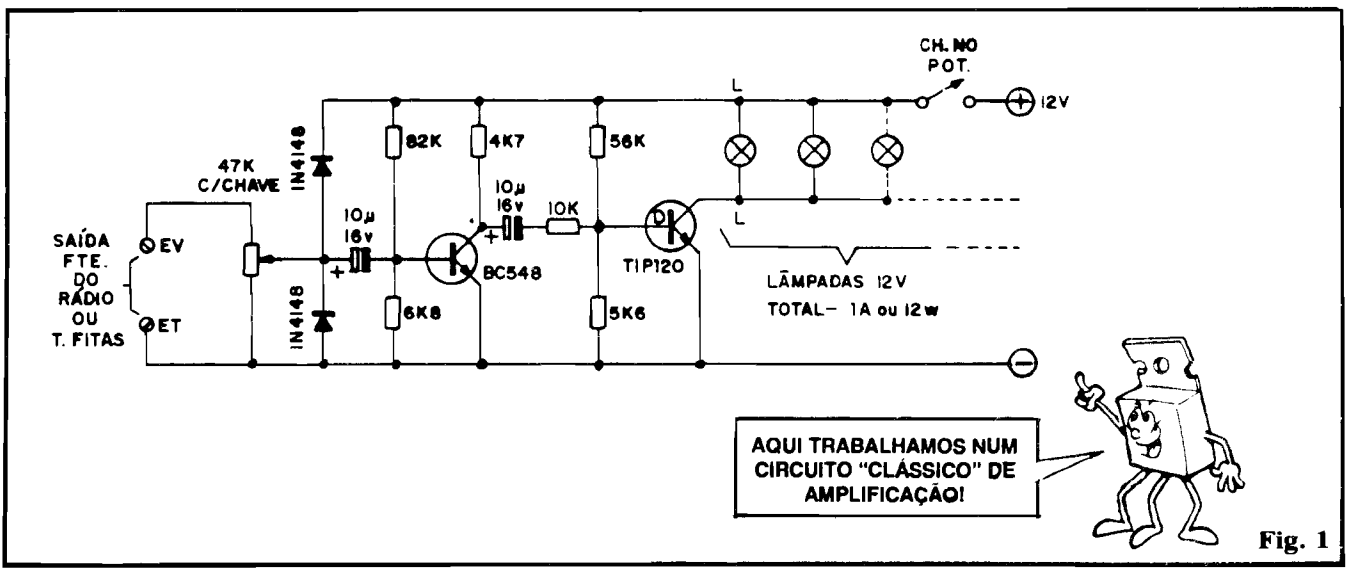

Fig. 1
- **FIG. 1** - O “velho esquema”... Particularmente, nesse diagrama, só não compreende quem estiver muito “largadão”, já que tratam-se de blocos amplificadores básicos (os detalhes serão dados no item final da presente “Lição”, no “O CIRCUITO - COMO FUNCIONA”...). “Pra variar”, é só uma questão de interpretar os símbolos, verificar **quê** componentes eles representam, **como** eles se encontram interligados no circuito (e com “qual propósito”...), parametrar (isso quer dizer “ver e/ou estabelecer as grandezas ou medições”) o caminho dos sinais e variações envolvidos, etc. Para os Leitores/“Alunos” que acompanham ABC desde a 1ª “Aula”, a interpretação de um arranjo circuitual basicamente tão simples não deve apresentar problemas...
- - **AS LÂMPADAS A SE- REM CONTROLADAS PELO CIRCUITO** - Esse é um assunto que, embora por razões técnicas "rele- gado" à classificação em "OPCIONAIS/DIVER- SOS", tem grande im- portância na implemen- tação final da MP-22... Conforme se vê no esque- ma (fig. 1), existem LIMI- TES, não para a **quantidade** de lâmpadas, mas para a SOMA das suas Correntes, ou para a SOMA das suas "Wattagens". Quanto à Tensão, o único requisito é que todas as lâmpadas con- troladas sejam para 12V (Tensão nominal do siste- ma elétrico dos carros...). Agora vamos a alguns exemplos elucidativos: se as lâmpadas escolhidas fo- rem para Corrente de 100mA, poderão ser liga- das **até** 10 unidades (nada impede que **menos de 10** sejam ligadas...), mantem-